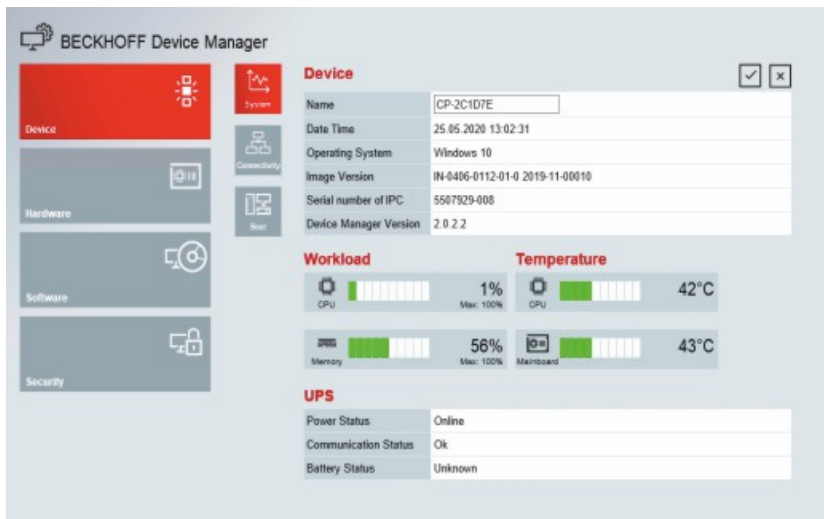

Abb. 20: Beckhoff Device Manager - Startseite
2. Heben Sie den PC soweit an, dass die Befestigungsschrauben in die Schlüssellöcher (siehe Abb. 20) rutschen.